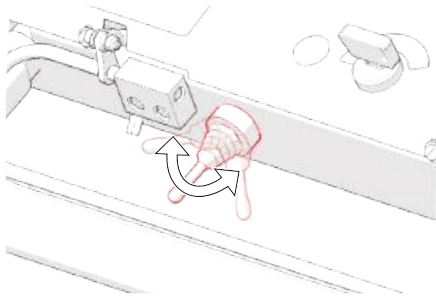

Abb. 14D - Auswahl der Antriebsart mit dem Fahrschalter
5. Verwenden Sie den Fahrswitcher, um den Radantrieb zu aktivieren (Abb. 14D). Alternativ können Sie auf dem Bildschirm die Option „Antrieb Start/Stopp“ auswählen.